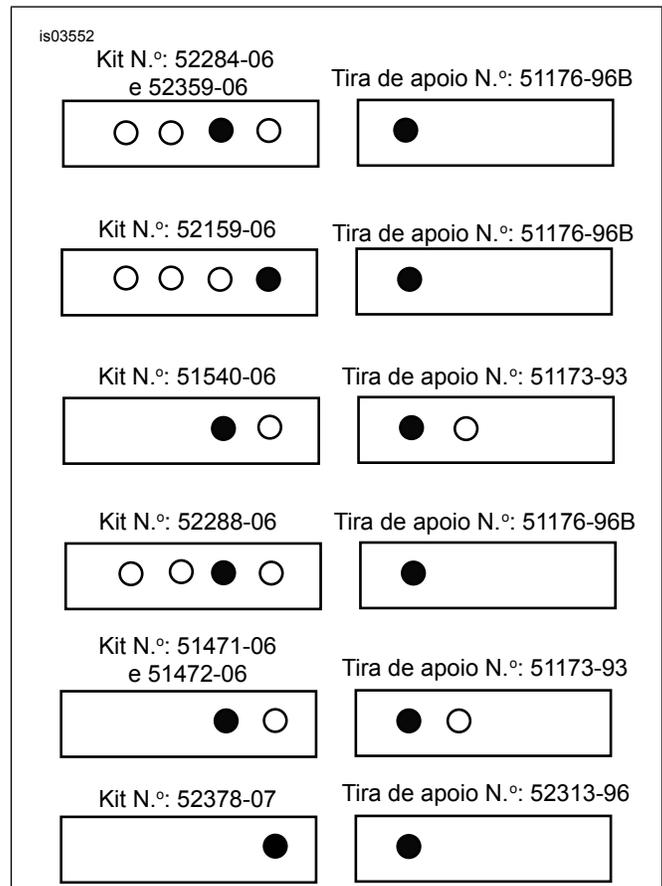

Figura 1. Informações sobre a instalação da tira de apoio
3. Veja a Figura 1 para obter informações sobre os furos nos quais instalar a tira de apoio para o assento (use o furo escuro mostrado na ilustração). Instale a nova tira de apoio na motocicleta no mesmo local da tira antiga (reutilize as ferragens existentes). Aperte com torque de 6,78–10,17 N·m (60–90 in·lbs).
8. Instale a nova tira de apoio do passageiro do kit de acordo com o diagrama da Figura 1. Instale a arruela e a porca e aperte a porca com torque de 6,78–10,17 N·m (60–90 in-lbs).